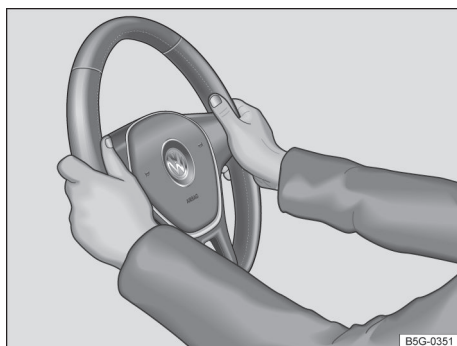

Fig. 78 No volante: posição de nove e três horas.
- Ajustar o volante de forma que possa ser segurado lateralmente com ambas as mãos, com os braços ligeiramente arqueados, na borda externa, na *posição das 9h e 3h* → Fig. 78.
- Durante a condução, sempre segurar o volante com ambas as mãos lateralmente na borda externa na *posição de nove e três horas* → Fig. 78 para reduzir ferimentos causados por um possível acionamento do airbag frontal do condutor.